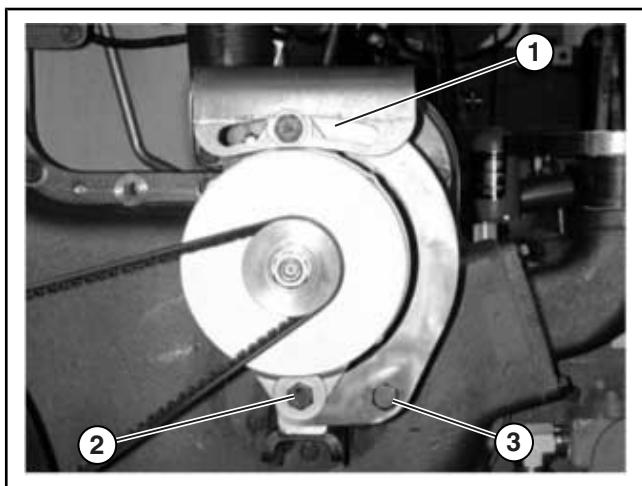

Рисунок 11.10-6: Регулировка ремня генератора переменного тока
3. При необходимости регулировки натяжения ремней следует ослабить шарнирный болт на генераторе переменного тока (см. Рисунок 11.10-6).
4. Ослабьте регулировочный болт на генераторе переменного тока (см. Рисунок 11.10-6). Убедитесь, что корпус генератора переменного тока свободно вращается вокруг шарнирного болта.